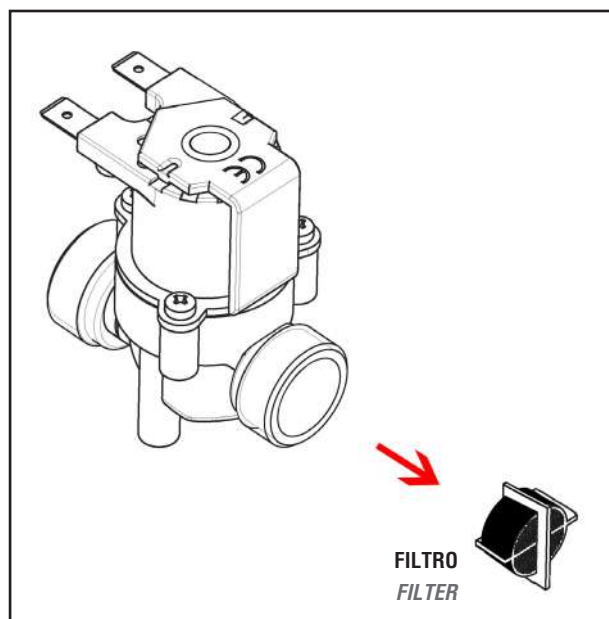

FIG. 1
- 1) Mantenere un getto aerato facendo costantemente: pulizia dell' aeratore, pulizia filtro rubinetti in ingresso, pulizia del filtro removibile che si trova nell'ingresso acqua dell'elettrovalvola (FIG. 1 PAG. 6). Si ricorda che le elettrovalvole non possono lavorare al di sotto della pressione di 1 bar quindi se la pressione non fosse sufficiente potrebbero non aprirsi e/o non chiudersi.
cleaning the aerator, cleaning the inlet filter, cleaning the removable filter located in the water inlet of the solenoid valve (FIG. 1 PAG. 6).